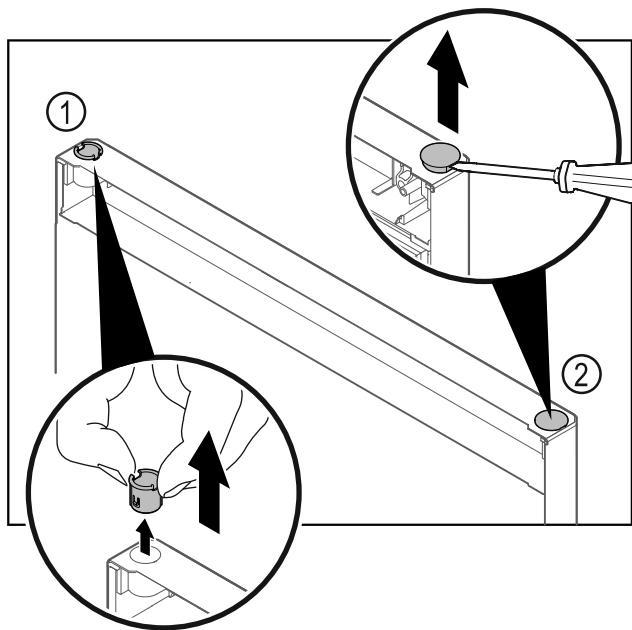

Fig. 28
- ▶ Estrarre la boccola cerniera Fig. 28 (1) con le dita.
- ▶ Con un cacciavite a testa a intaglio sollevare con cautela il tappo Fig. 28 (2) ed estrarlo.